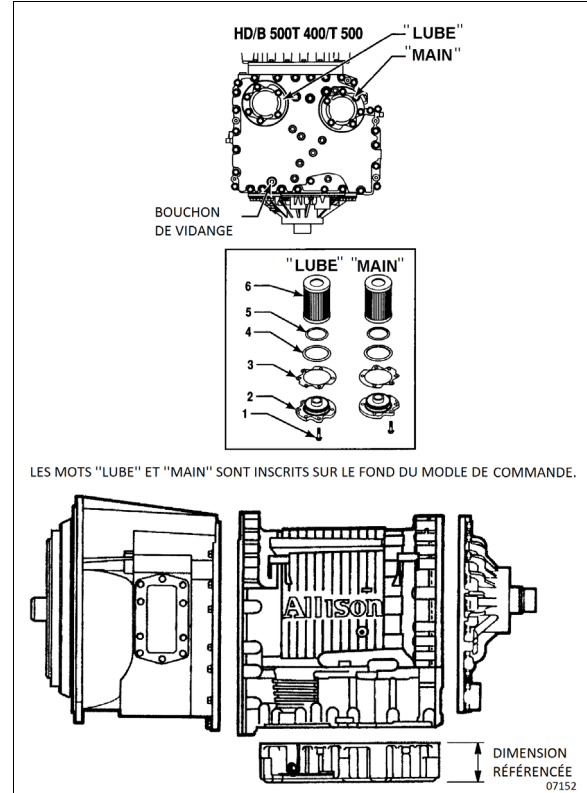

FIGURE 7: BOUCHON DE VIDANGE ET FILTRES
2. Démonter le bouchon de vidange situé sous la transmission (FIGURE 7) et laisser l'huile se vidanger dans un récipient approprié. Vérifier l'état de l'huile tel que décrit précédemment.
3. Enlever douze boulons (1), deux couvercles de filtre (2), deux joints (3), deux joints toriques (4), deux joints toriques (5) et les deux filtres (6) du bas du module de commande (FIGURE 7).
4. Lors de la pose des pièces, lubrifier et poser des joints toriques neufs (4) et (5) sur chaque couvercle (2). Lubrifier le joint torique intérieur du filtre (6) et pousser le filtre sur le couvercle (2). Poser des joints plats neufs (3) sur le couvercle (2) et aligner les trous du joint sur les trous du couvercle.